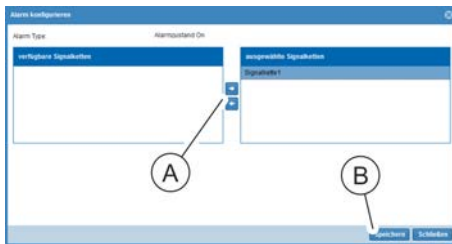

Abb. 195: Fenster "Alarm konfigurieren"
7. Im Fenster "Alarm konfigurieren" eine Signalkette auswählen und über die Schaltfläche „→“ (Abb. 195/Ⓐ) ins Feld „ausgewählte Signalketten“ schieben. Auswahl über die Schaltfläche „Speichern“ (Abb. 195/Ⓑ) bestätigen.